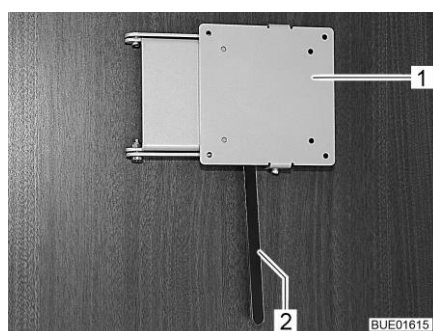

Bild 108 Hållare med låsspak
- Tryck låsspaken (Bild 108,2) åt sidan och sväng fästet (Bild 108,1) med den platta bildskärmen till önskat läge.
- Vrid tillbaka den platta bildskärmen tills fästet (Bild 108,1) hakar fast i låset.